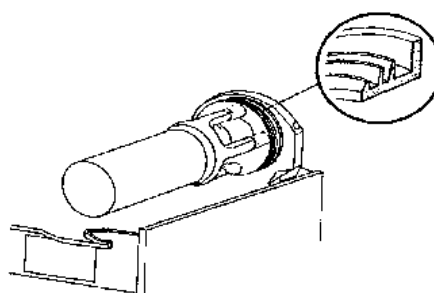

рис. 14
- 4-Установите прокладку чашки в гнездо. Примечание: широкое ребро прокладки должно быть обращено к стенке (см. рис. 14).